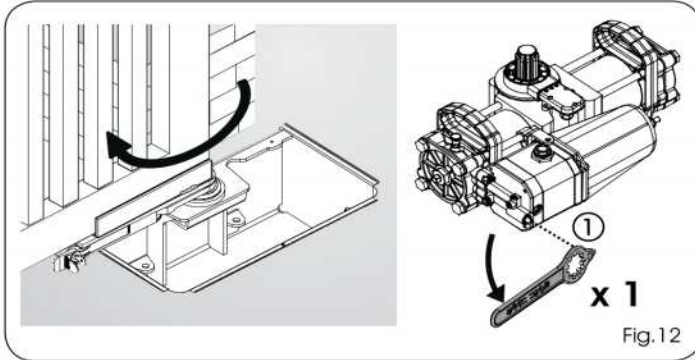

Fig.12
- 2) Tomando como referencia las instrucciones del capítulo 7.1, desbloquee el operador a nivel oleodinámico utilizando la llave a tal fin destinada (Fig.1 ref.Ⓛ) en el tornillo de desbloqueo (Fig.12 ref.Ⓛ)